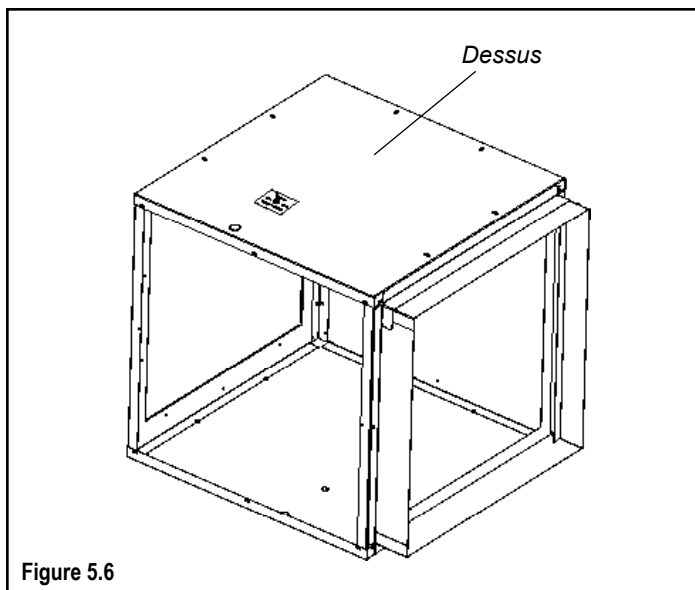

Figure 5.6
5. Le dessus de l'enceinte de filtre doit être placé comme illustré à la Figure 5.6. Vous pouvez maintenant placer toutes les vis Tek sur le pourtour de l'enceinte de filtre.